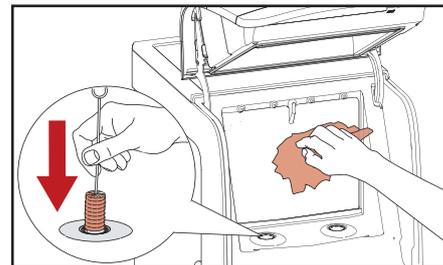

Fig. 5.9 - Limpeza do compartimento de refrigeração
4. Limpe a abertura do doseador com um pincel e o interior do compartimento de refrigeração com um pano limpo e húmido (fig. 5.9). Seque com um pano de papel limpo.